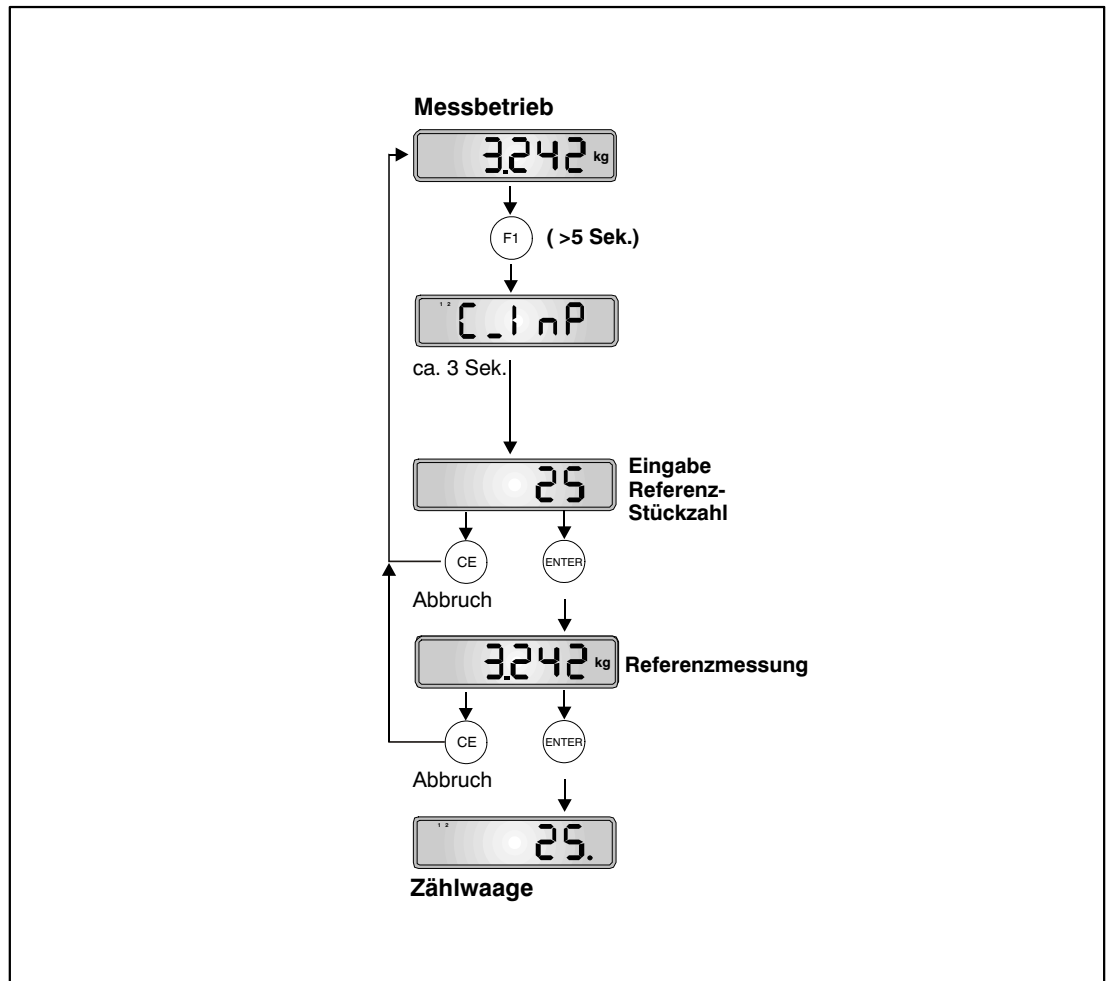

Abb. 14.1: Einstellung Zählwaage (Referenzmessung)
3. Bedienen Sie das Gerät entsprechend Abb. 14.1. (Die Eingabe der Referenzstückzahl erfolgt in gleicher Weise wie im Kapitel 8.4.2 (Seite 37), Zifferneingabe, beschrieben.) Die Zifferneingabe wird mit „ENTER“ abgeschlossen und der Referenzmesswert angezeigt (= Gewicht der aufgelegten Teile). Bei Stillstand wird der Referenzmesswert mit der Taste „ENTER“ gespeichert und das Gerät geht in den Zählwaagenmodus.